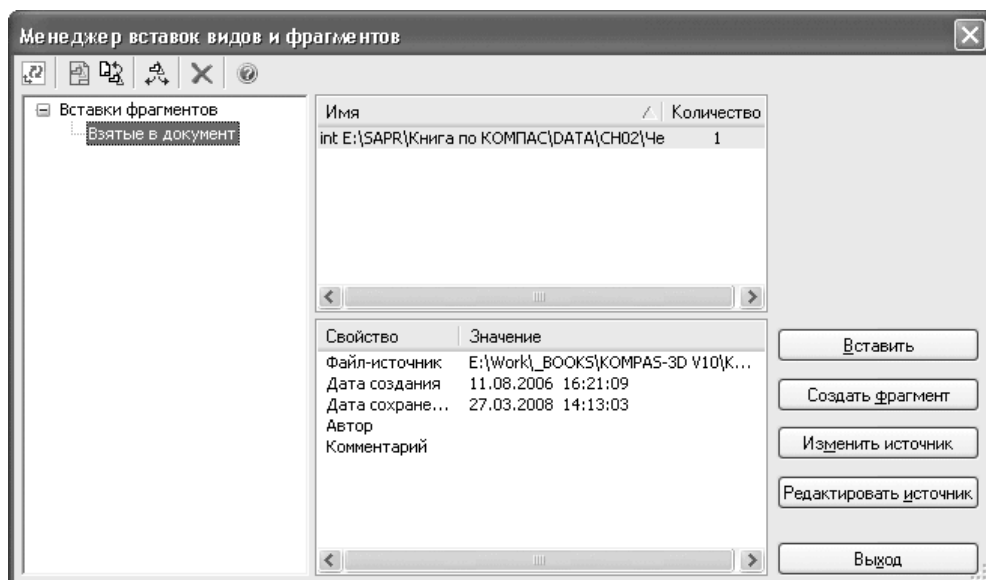

Рис. 1.9. Диалоговое окно Менеджер вставок видов и фрагментов
- **Менеджер вставок видов и фрагментов** – выводит диалоговое окно Менеджер вставок видов и фрагментов (рис. 1.9). Оно упрощает управление вставленными в чертеж фрагментами, а также позволяет создать новый фрагмент в чертеже.